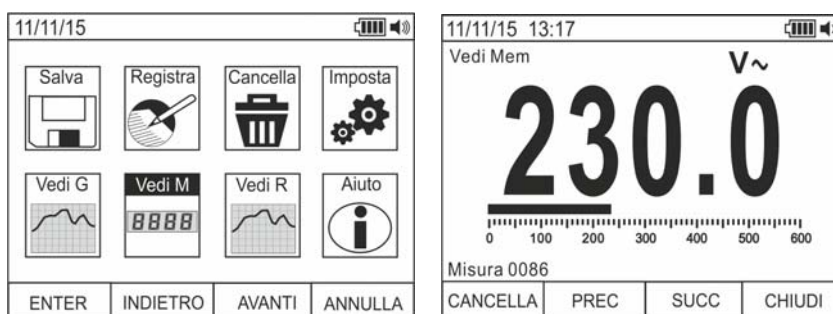

Fig. 19: Richiamo misure (snapshots) a display
31. Usare i tasti **F2** o **F3** per selezionare l'icona "Vedi M" e premere il tasto **F1** (vedere Fig. 19 – parte sinistra)
32. Usare i tasti **F2 (PREC)** o **F3 (SUCC)** per selezionare e visualizzare la misura desiderata tra quelle salvate nella memoria dello strumento (vedere Fig. 19 – parte destra). Il riferimento della misura è presente nella parte bassa destra del display